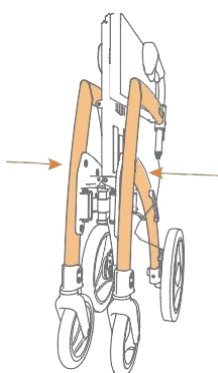

Figura 20: Empujar el marco hacia adentro.
- Empuje los lados del marco uno hacia el otro hasta que el andador esté completamente plegado (**Figura 20**).